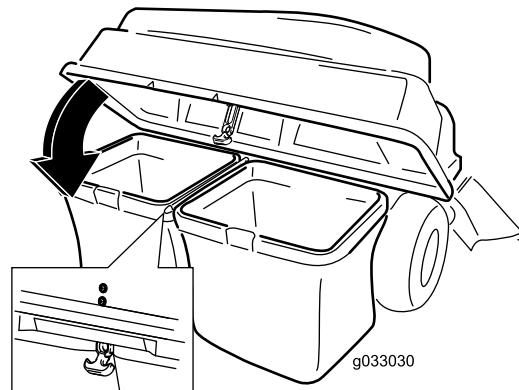

Figura 23
- Baje la tapa del ensacador sobre las bolsas (Figura 23).
- Sujete la tapa con el cierre (Figura 23).